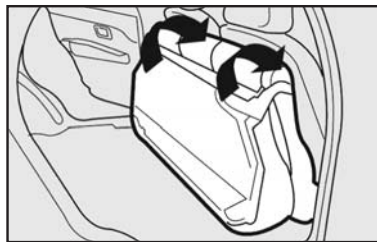

fig. 58
**4** Rebater para a frente o encosto, passando os cintos pelos lados, até que este se apoie sobre o assento traseiro **fig. 58**.